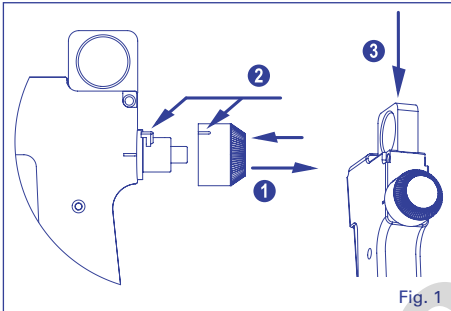
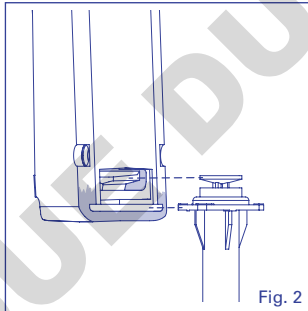

Fig. 1
Fig. 2
Inserting the syringe and setting button (Fig. 1, 2, 3)
- 1 Select button (3) and colour matching syringe (5) according to the volume to be delivered.
- 2 Insert button (3) on shaft as shown in Fig.1 make sure guide (8) enters slot (9) in button. To remove button, just pull out strongly.
- 3 Slide rod (2) down until it stops.
- 4 Insert syringe (5) into recess (4) until it stops (Fig. 2).
Aufsetzen des Einstellknopfes und der Spritze (Abb. 1, 2, 3)
- 1 Einstellknopf (3) und gleichfarbige Spritze (5) dem gewünschten Dosiervolumen entsprechend wählen.
- 2 Einstellknopf (3) wie in Abb.1 gezeigt aufsetzen. Führungsgrippe (8) in Schlitz (9) des Knopfes einfügen.
- 3 Drehknopf wird durch kräftiges Ziehen entfernt. Stange (2) muss bis zum Anschlag nach unten geschoben sein.
- 4 Spritze (5) in Halterung (4) bis zum Anschlag einschieben. (Abb. 2).